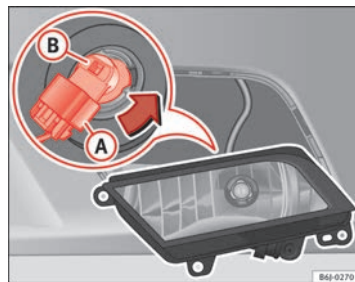

Fig. 159 Faro antiniebla
- Extraiga el conector ⇒ fig. 159 **A** de la lámpara.
- Gire el portalámparas ⇒ fig. 159 **B** a la izquierda y tire. ►